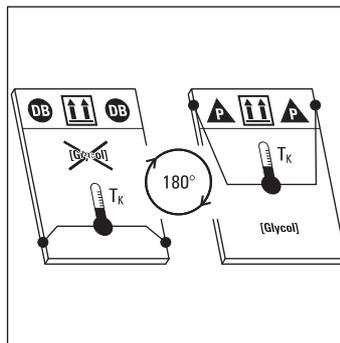

Fig. 3-18 Ruotare il collettore piano (a seconda del sistema)
3. Ruotare il collettore piano sulla base del sistema di impianto progettato, come indicato sulla pellicola di copertura nella relativa posizione di montaggio (fig. 3-18).